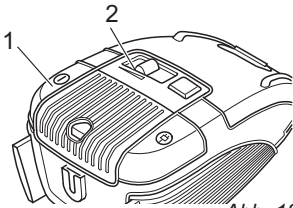

Abb. 12
3. Schalten Sie den Bodenstaubsauger am Ein-/Aussschalter (Abb. 12/1) ein.
4. Stellen Sie die Saugleistung am Saugleistungsregler (Abb. 12/2) ein.